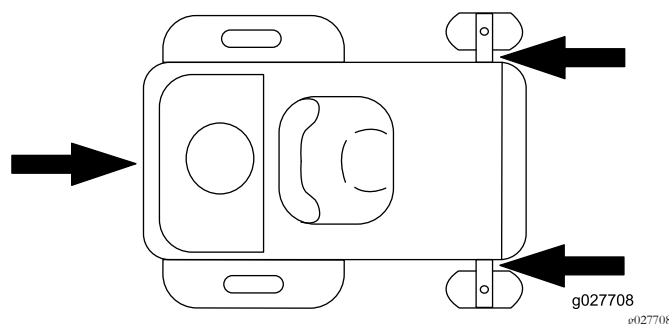

Figura 29
- Prenda a máquina perto das rodas giratórias frontais e pára-choques traseiro (Figura 29).